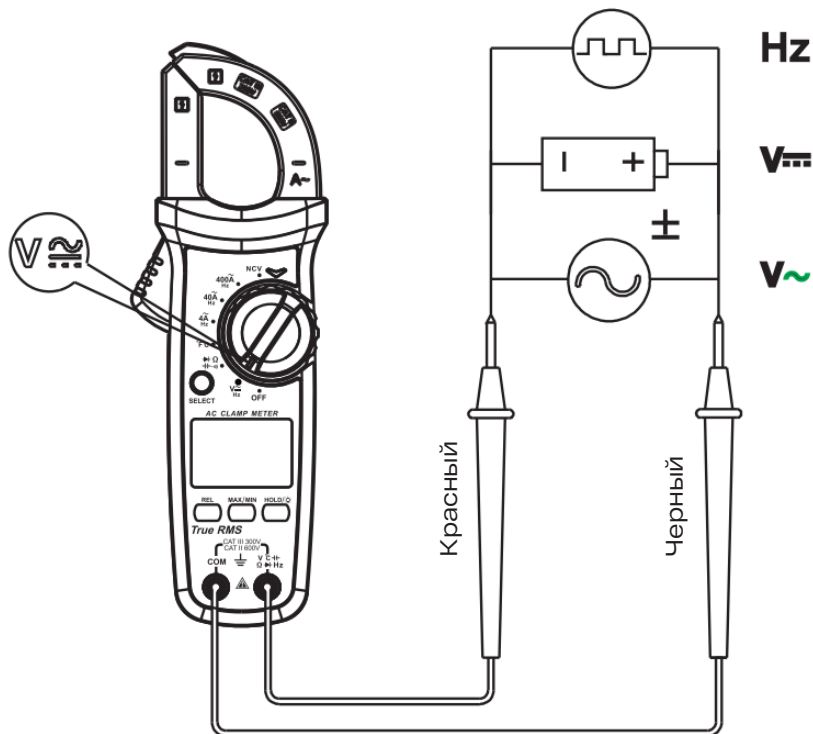

Рис. 3
2. Измерение переменного/постоянного напряжения и частоты (рис. 3)